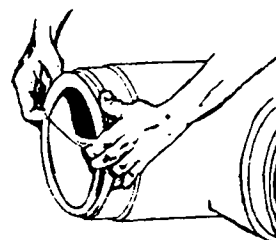

FIG. 3
- 1 - Para facilitar a introdução do anel, deve-se colocá-lo de baixo para cima (fig. 3).